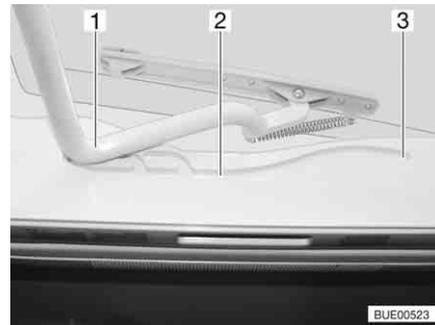

Fig. 91 Clarabóia Heki, guia
- Puxe o arco (Fig. 91,1) nos guias (Fig. 91,2) até à posição mais posterior (Fig. 91,3).
- Empurre ligeiramente para cima o arco (Fig. 91,1) usando ambas as mãos.
- Puxe o arco nos guias (Fig. 91,2) até à posição pretendida.